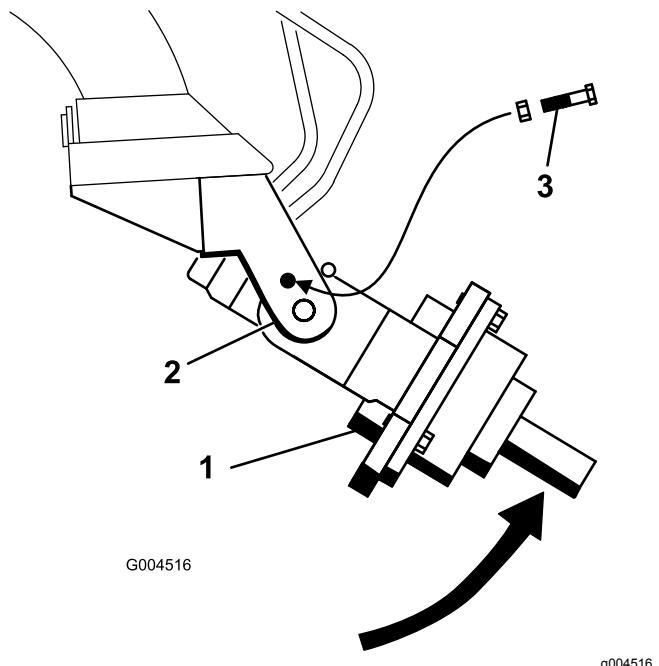

Figura 5
5. Ruotate manualmente la testata motrice della trivella verso l'alto, fino a quando non potete far scorrere un bullone ( $\frac{1}{2}$ " x  $2\frac{1}{2}$ ") nel foro del braccio della base anteriore, fissando la testata motrice. Serrate senza stringere il bullone con un dado ( $\frac{1}{2}$ ") come mostrato nella Figura 5.
3. Ruotate manualmente la testata motrice della trivella verso l'alto, fino a quando non potete far scorrere un bullone (1/2" x 2 1/2") nel foro del braccio della base anteriore, fissando la testata motrice. Serrate senza stringere il bullone con un dado (1/2") come mostrato nella Figura 5.